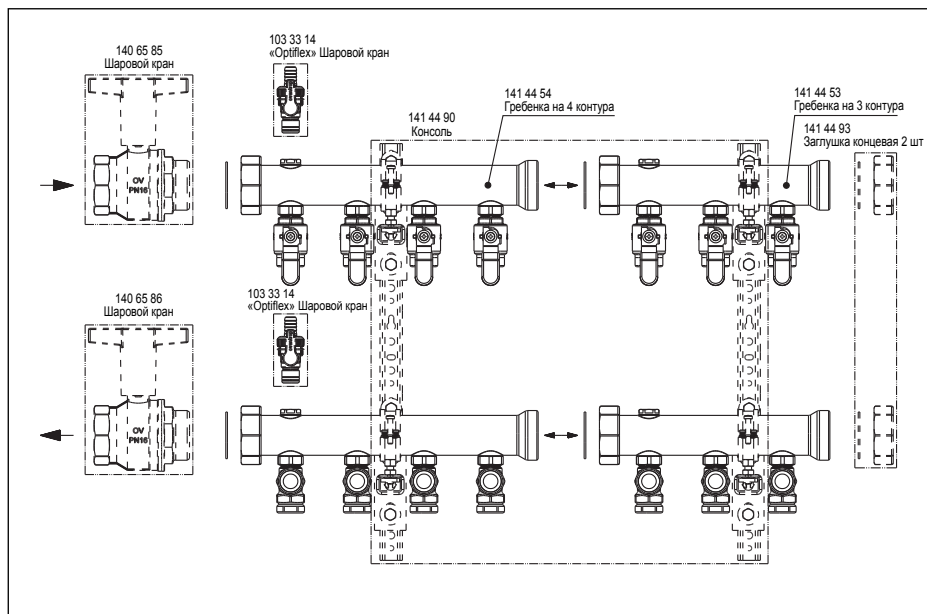

Рис. 10.1: Системные компоненты
- В качестве комплектующих предлагаются следующие системные компоненты (см. также рис. 10.1):
Подающая и обратная балка уже смонтированы и проверены на герметичность. Отдельные модули монтируются с помощью накладных гаек (G2 НР с плоским уплотнением) (рис. 10.1). Подающая балка (сверху) и обратная балка (снизу) устанавливаются на консоли (комплектующие: арт. № 141 44 90) (рис. 10.1).
Заполнение системы до гребенки „Multidis SFI“ производится при полностью открытых шаровых кранах через подводящие трубопроводы. Для отвода воздуха, используются шаровые краны „Optiflex“ (комплектующие: арт. № 103 33 14). Они монтируются на присоединении G1/2 любого модуля подающего и обратного коллектора (рис. 10.1).